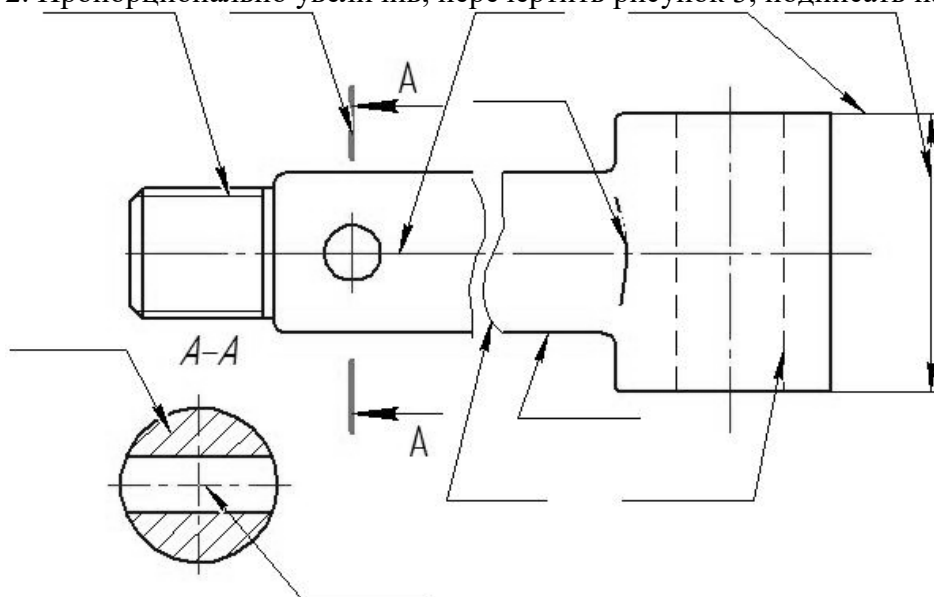

Рисунок 3
2. Пропорционально увеличив, перерисовать рисунок 3, подписать название линий